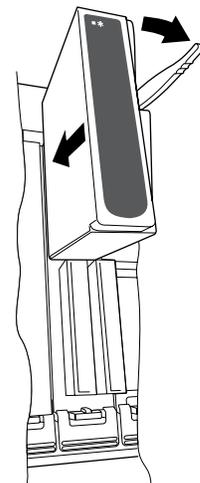

Abbildung 6 Installation der EA Module
1. Ziehen Sie den Modul Haltehebel nach vorne in die geöffnete Position (Abbildung 6).
1. Ziehen Sie den Modul Haltehebel in die geöffnete Position (Abbildung 6).